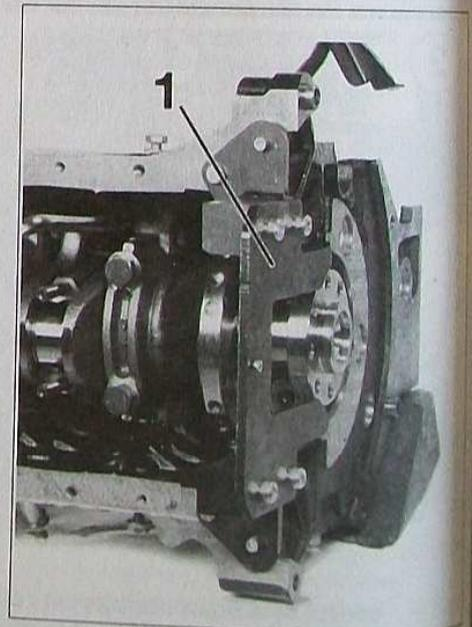

FIG. 60
- Monter l'outil (1) de centrage du palier (Fig.60).